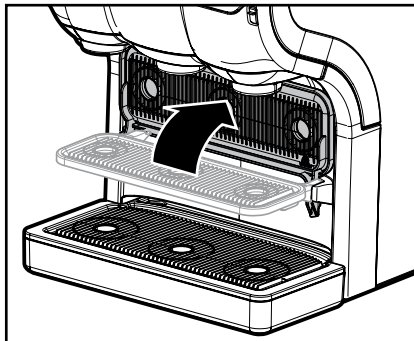

Fig. 11
- Vipp koppebrettet oppover for å gi nok plass til en kanne. (Fig. 11)